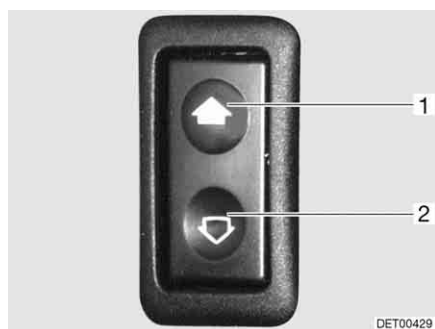

Fig. 34 Interrupteur pour lève-vitres électriques
- Ouvrir :* ■ Appuyer sur la partie inférieure du commutateur (Fig. 34,2).
- Fermer :* ■ Appuyer sur la partie supérieure du commutateur (Fig. 34,1).